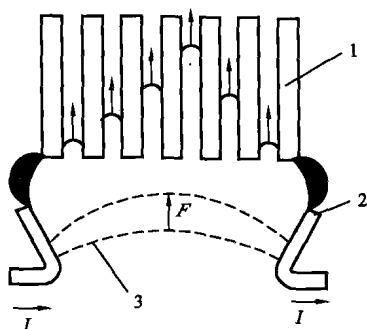

图 1-4 栅片灭弧装置示意图
(4) 栅片灭弧法。图 1-4 所示为栅片灭弧装置示意图。由灭弧栅片(由多片镀铜薄钢片组成)、绝缘夹板等部件组成。当电器触点断开时,电弧在吹弧电动力的作用下被推向栅片,电弧被栅片分割成数段串联短电弧,而栅片变成短电弧的电极。栅片的作用还在于能导出电弧的热量,使电弧迅速冷却,同时每两片灭弧栅片可以看成一对电极,而每对电弧间都有 150~250V 的绝缘强度,使整个灭弧栅的绝缘大大加强,而每个栅片间的电压却不足以达到电弧燃烧的电压。所以,电弧进入灭弧栅后就能很快地熄灭。